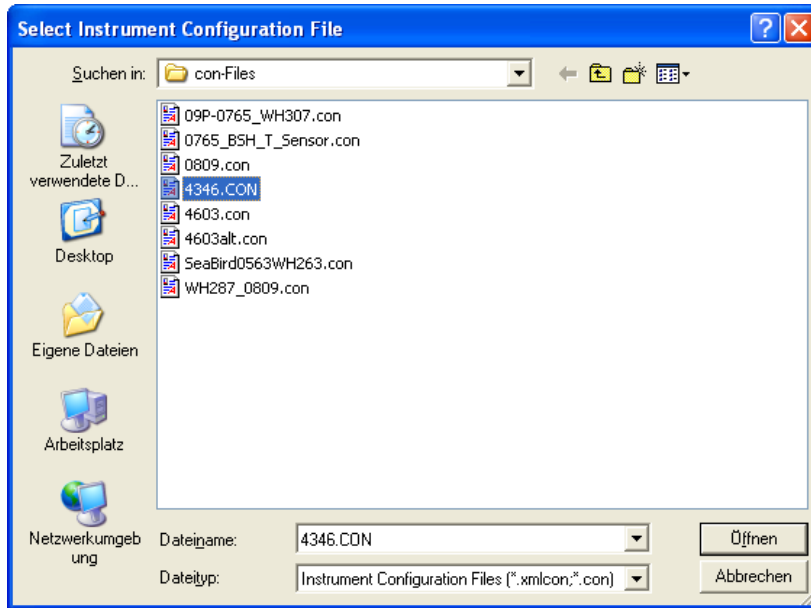

Abb. 3. Konfiguration File auswählen.
2. Unter **Configure Inputs** → **Instruments Configuration** → **Open** → **D:\Ozeanograf\_Daten\SBxxx\Con\_Files** (z.B. **6434\19P-6434-05012016.xmlcon**) immer den .con-File zur entsprechenden Sonde auswählen (s. Abb. 3, Seite 8). .con-File hat die **4-stellige Gerätenummer**, Die Gerätenummer steht auf dem Seabirdlabel des Sondengehäuses.